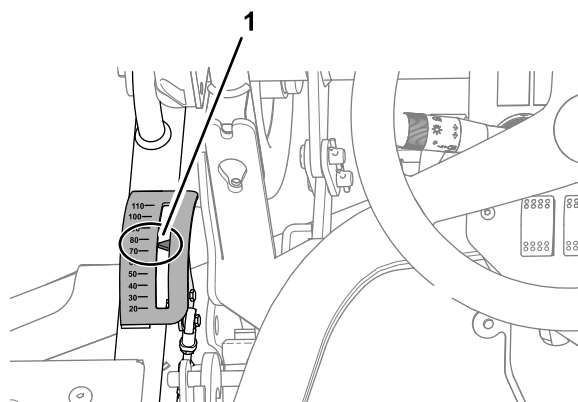
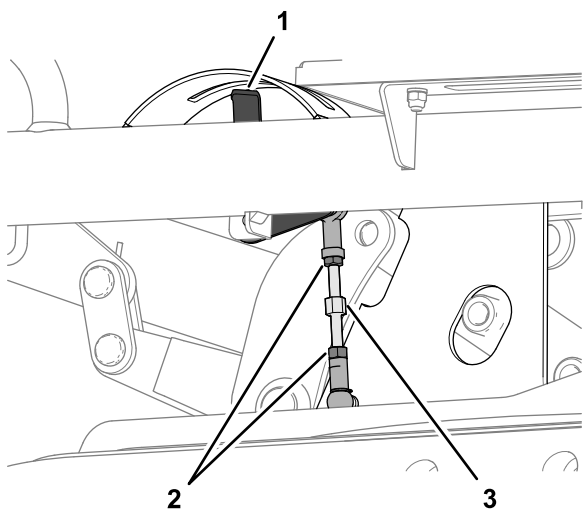

Figure 130
Figure 131
2. Asseyez-vous sur le siège de l'utilisateur, observez la flèche de l'indicateur de hauteur de coupe (Figure 130).
A. Desserrez les 2 écrous de blocage qui fixent la biellette de hauteur de coupe (Figure 131).
B. Tournez la bielle jusqu'à ce que la flèche de l'indicateur de hauteur de coupe soit en face du repère 75 mm, vu depuis le siège de l'utilisateur (Figure 130 et Figure 131).
C. Resserrez les 2 écrous de blocage (Figure 131).